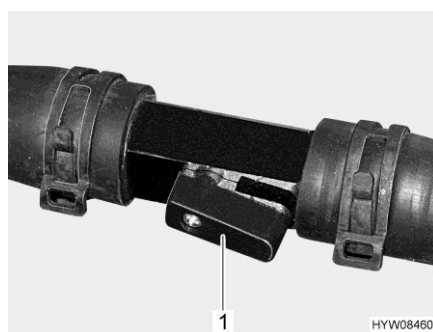

Fig. 162 Rubinetto di chiusura (aperto)
- Posizionare la leva (Fig. 162,1) parallelamente alla tubazione (Fig. 162). Più il rubinetto viene aperto, maggiore è la prestazione del riscaldamento.
- Posizionare la leva (Fig. 162,1) verticalmente rispetto alla tubazione. Il circuito di riscaldamento funziona mediante la tubatura di bypass.